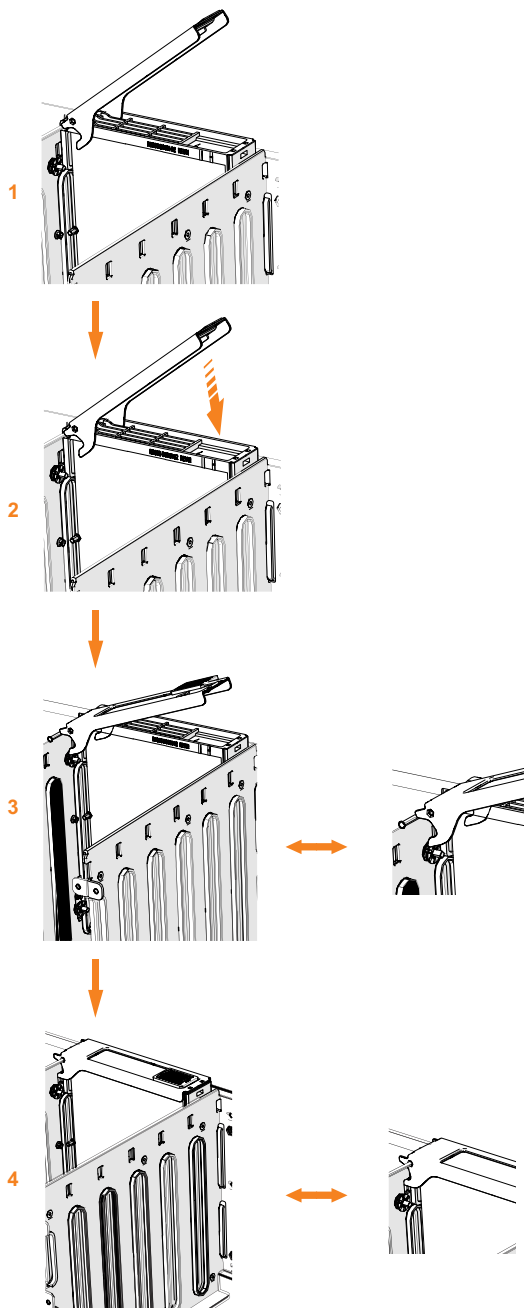

Figure 85. Remplacement de l'unité
6. Assurez-vous que la poignée de l'unité (**1** dans la figure 85, à la page 87) est en position ouverte (déverrouillée).
8. Poussez doucement l'unité jusqu'à ce qu'elle s'arrête et que le bas du loquet soit aligné avec le haut de la partition. Assurez-vous que la poignée n'est pas ouverte à plus de 45 degrés du support d'unité. (**2** dans la figure 85, à la page 87).
9. Tournez la poignée vers le bas pour verrouiller l'unité dans le châssis (**3** dans la figure 85).
11. Assurez-vous que l'extrémité supérieure du loquet est également complètement engagée (**4** dans la figure 85, à la page 87).